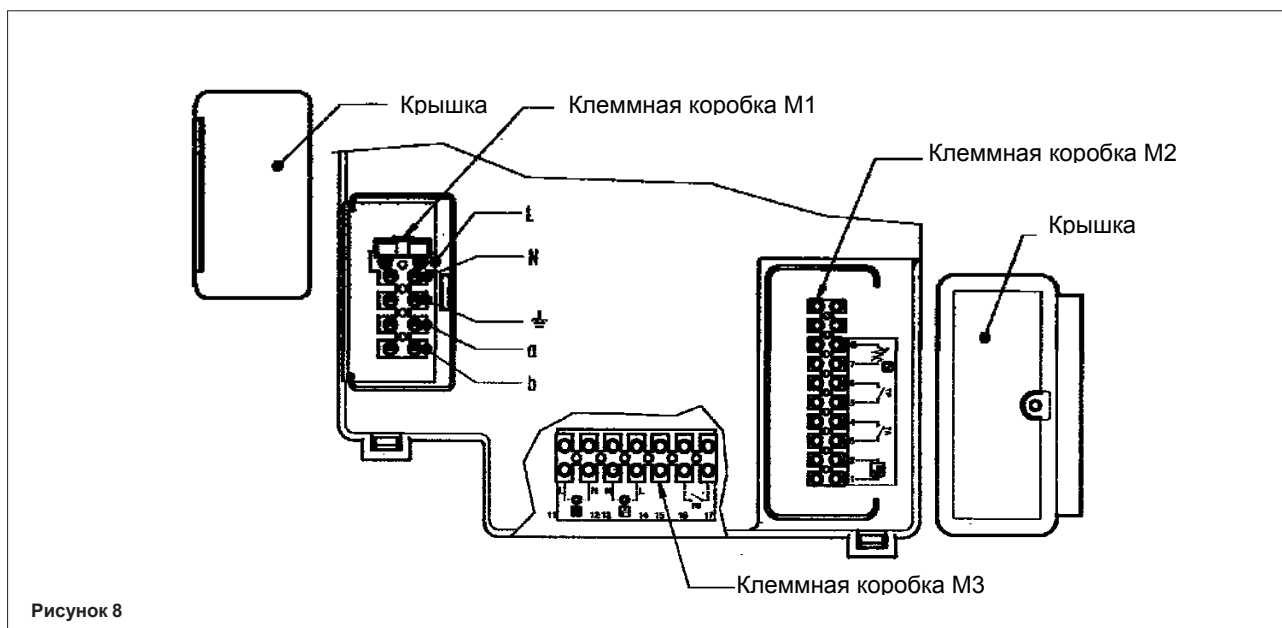

Рисунок 8
- В клеммную коробку встроен плавкий предохранитель на 3,15А (см. Рис. 8). Для его проверки или замены вынуть черный держатель предохранителя.
Чтобы получить доступ к клеммным коробкам M1 и M2, поверните панель управления вниз и снимите две предохранительные крышки. (см. Рис.8).
клеммной коробки M2 (Рис.8), предварительно необходимо удалить перемычку между клеммами 3-4. Рабочий цикл и температура воды контура ГВС должны быть установлены при помощи регулятора QAA73.
Датчик уличной температуры фирмы SIEMENS модели QAC34 (заказывается отдельно) подсоединяется к клеммам 7-8 клеммной коробки M2 (см. Рис.8).